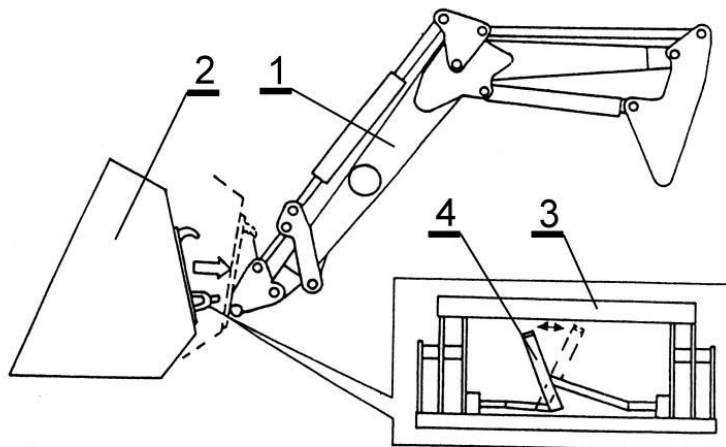

Abb. 5 Ankuppeln der Schaufel an den Schnellwechselrahmen
- Lassen Sie den Ausleger (Abb. 5) bis zur Abstellung der Arbeitseinheit 2 auf dem Boden herab,